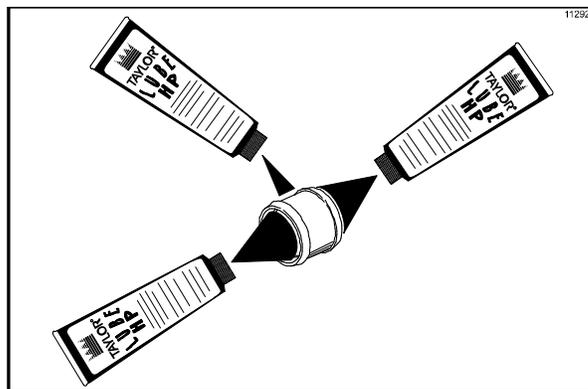

图 116
6. 润滑搅拌杆轴封的外侧，在每个密封端的杯内加满润滑油，（见图 116。）